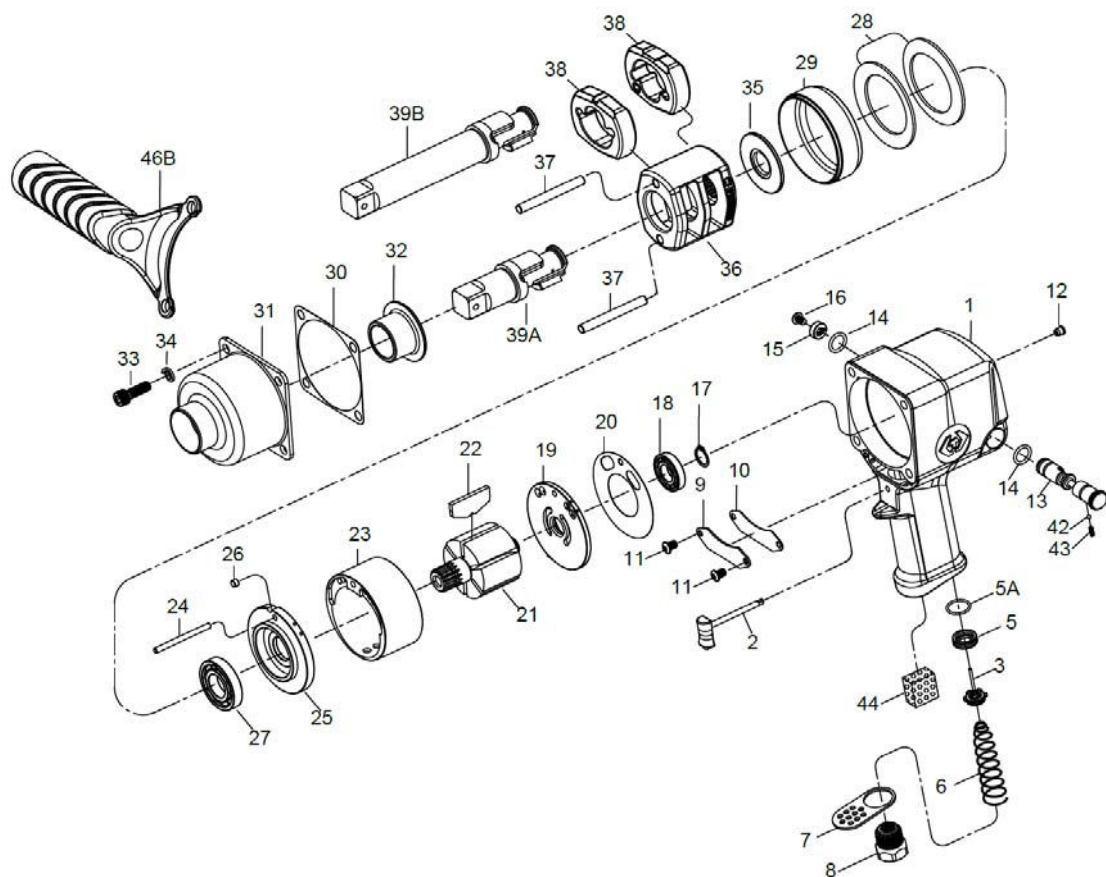

Рис. 3
- Управление гайковёртом осуществляется с использованием пускового курка (Рис.3, п. 2), который находится под указательным пальцем. При нажатии на курок сжатый воздух поступает в рабочую полость двигателя и вращает ротор. Следует учесть, что после того как Вы отпустите курок вращение механизма будет осуществляться ещё несколько секунд. В целях безопасности, кладите гайковёрт после того как он полностью остановился.
- Регулировка усилия осуществляется вращением переключателя реверса (Рис.3, п.15). Режимы «закручивание» (F) и «откручивание» (R) устанавливаются им же.